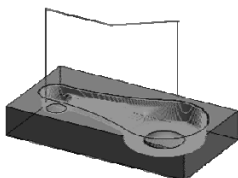

图 3-84 生成刀具轨迹
4) 单击鼠标右键确认，系统开始计算，稍后得出刀具轨迹如图 3-84 所示。